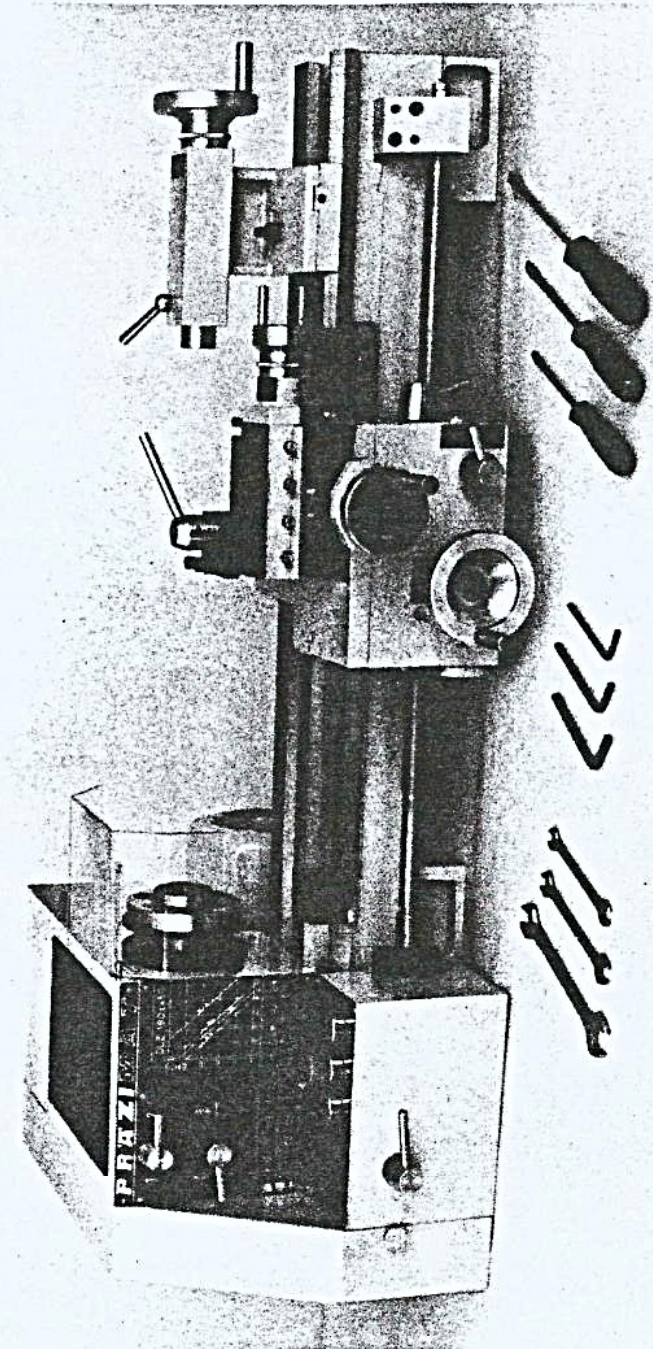

Figure 2
- 1 tour parallèle à charioter et à fileter DLZ 180x450-1 avec les outils de service (voir fig. 2)